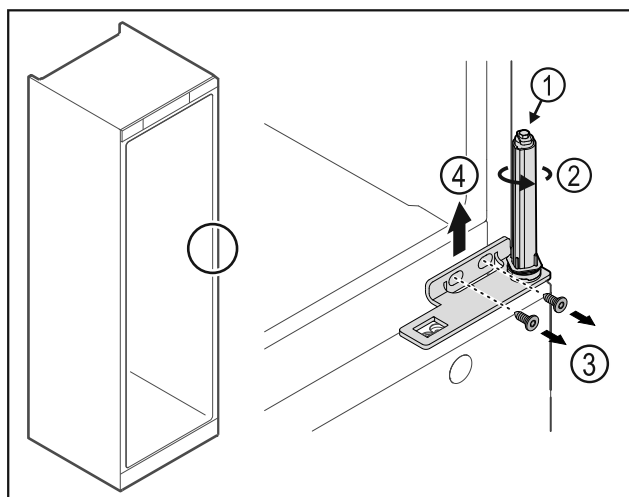

Fig. 24
- Ne pas désassembler le système de fermeture de la porte Fig. 24 (1).
- Tourner le système de fermeture Fig. 24 (2) jusqu'à entendre un clic.
- Desserrer les vis Fig. 24 (3) et retirer l'équerre de charnière Fig. 24 (4) par le haut.